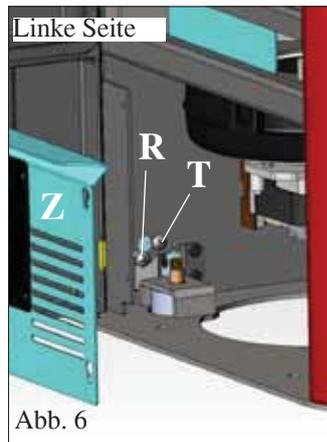

Abb. 6
Die vertikale Ausrichtung der Keramikblenden (C) überprüfen und etwaige Einstellungen mit den Schrauben an der Oberseite (V - Abb. 5) und im Ofen mit den Schrauben (R - Abb. 6/7) vornehmen.
ANMERKUNG: Zuvor das verzinkte Blech (Z - Abb. 6/7) beidseitig abnehmen und die Verriegelungsschrauben (T - Abb.6/7) lockern.